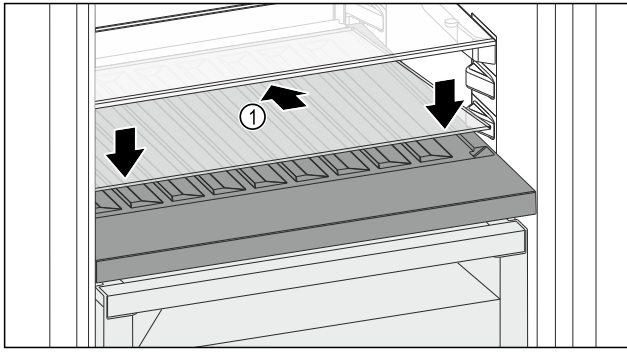

Fig. 212
- ▶ Glasplatte Fig. 212 (1) schräg und nach hinten unten geneigt ansetzen.
- ▶ Glasplatte Fig. 212 (1) vorne absenken.